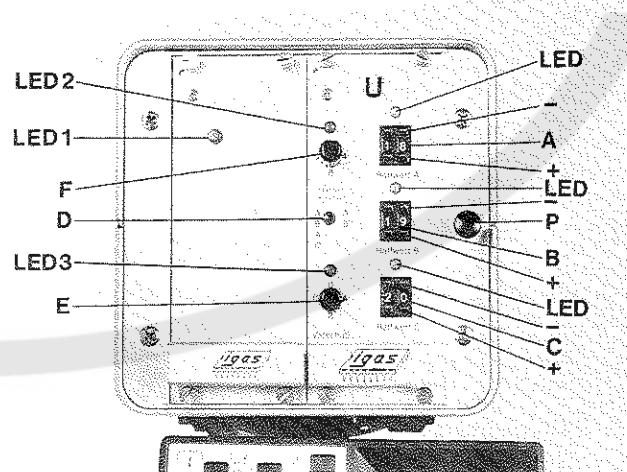

Fig.15
Settings and functions (see Fig. 15):
Einstellungen und Funktionen (siehe Fig. 15):
Tape tension set under (A, Fig. 15) is on.
3. If required, select with push button (P, Fig. 15) the tape tension set under (B and C, Fig. 15).
Die unter (A, Fig. 15) eingestellte Bandspannung ist eingeschaltet.
3. Wählen Sie bei Bedarf mit dem Druckknopfschalter (P, Fig. 15) die unter (B oder C, Fig. 15) eingestellte Bandspannung an.